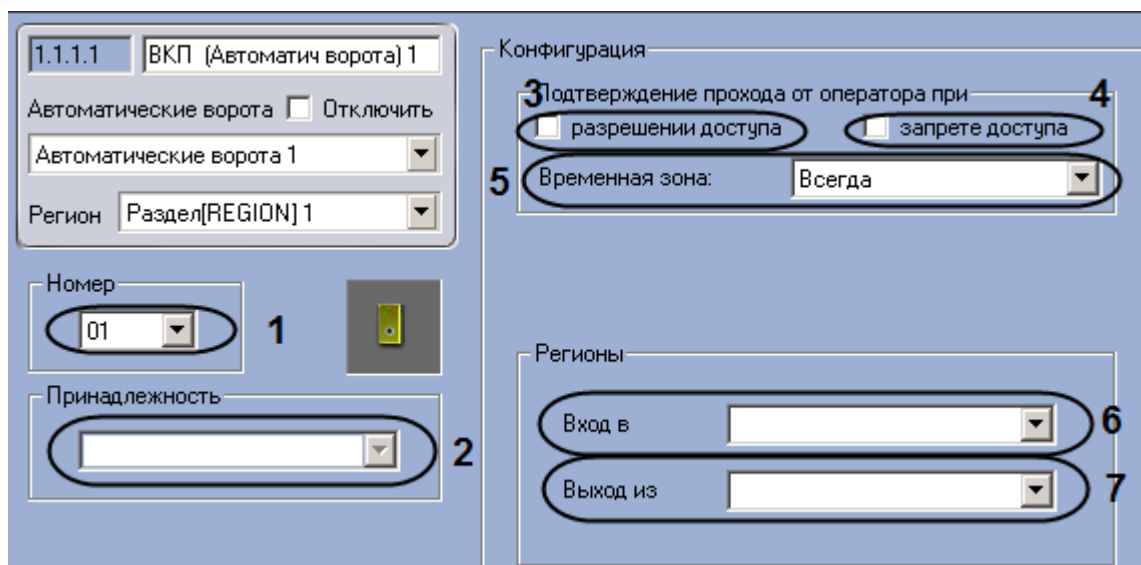

Рис. 3.4—12. Настройка ВКП автоматических ворот
2. Выбрать аппаратный адрес ВКП автоматических ворот из раскрывающегося списка **Номер** (см. Рис. 3.4—12, 1).
3. Выбрать объект **Зона охраны**, к которому относится данный ВКП, из раскрывающегося списка **Принадлежность** (см. Рис. 3.4—12, 2).